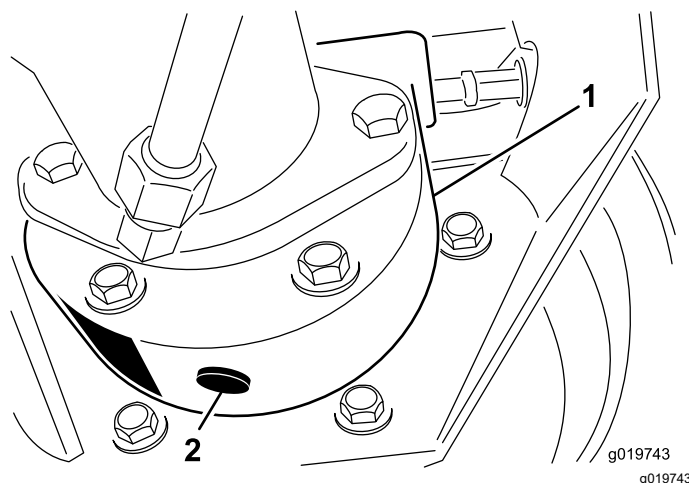

図 68
4. ブレーキハウジングの下に容器を置き、プラグを外してオイルを抜く 図 68。